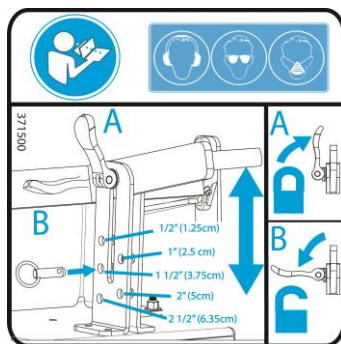

Fig. 4
1. Vælg en skæredybde. Se indstuktionsmærkatet på enheden (se *fig. 4*). **BEMÆRK:** Græstørv bør efterlade en minimal mængde jord på rødderne (1/4"-3/8"), efter det er skåret. Dette minimerer vægten ved flytning og fremmer hurtigere vækst ved genbrug.